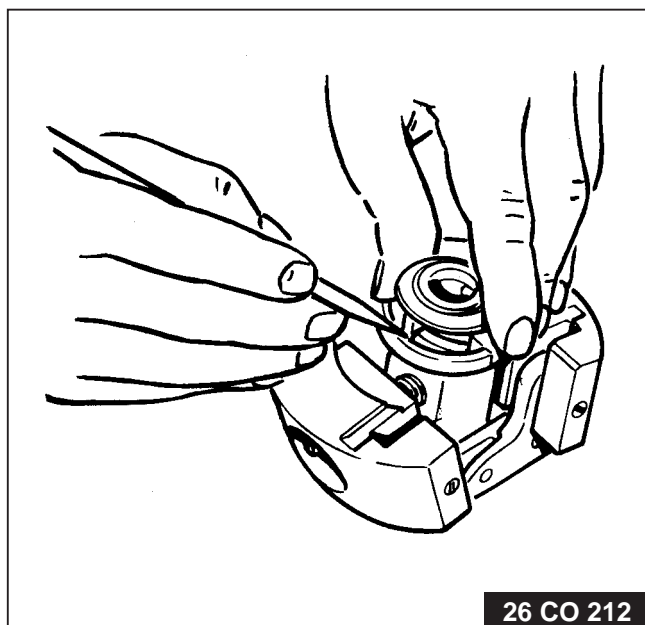

Fig. 11.
5. Neem het gewichtenstelsel weer van de nokkenas af en leg de trillingdemper in de gewichtendrager. Monteer de meenemer en het vooraf in geöliede smeerviltje. Licht de trillingdemper met behulp van een kraspen bij de rand van de meenemer even op (fig. 11). Druk de meenemer vervolgens in de gewichtendrager en klop hem vast met behulp van een rubber hamer.